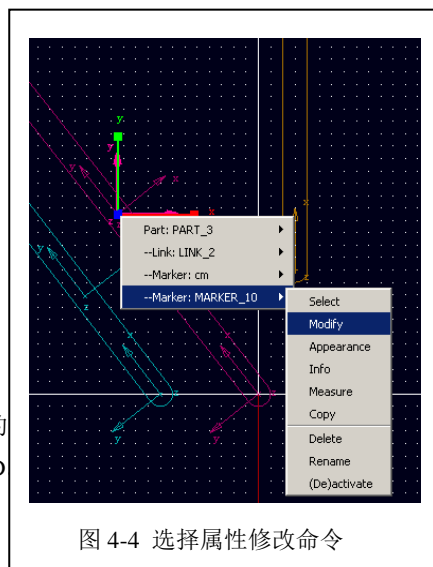

图 4-4 选择属性修改命令
4.2 在所创建的 **MARKER\_10** 点上右击鼠标，在弹出的对话框中选--**Marker: MARKER\_10**→**Modify**,如图 4-4 所示。